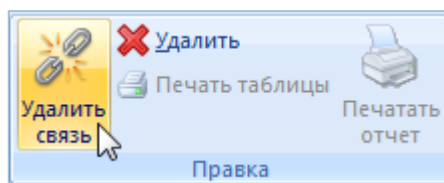

Рис. 13-509 – Кнопка «Удалить связь» панели «Правка»
3) Переместить с помощью мыши выделенные бюллетени в нужную папку, удерживая клавишу CTRL. Появится подсказка вида «- Переместить X объект(ов) в ...». Отпустить кнопку мыши (рис. 13-509).